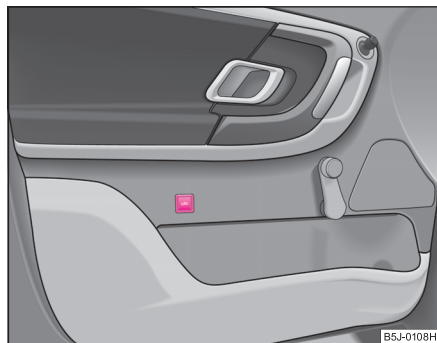

Fig. 28 Tecla de la vigilancia del habitáculo
- Pulse la tecla  en la puerta del conductor ⇒ fig. 28.